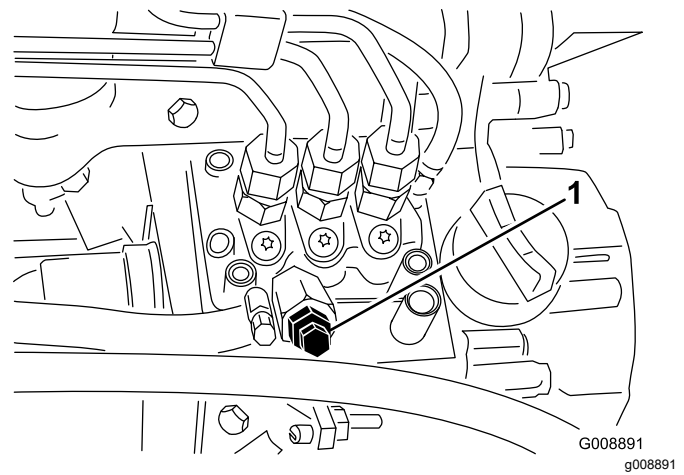

Figura 26
3. Abra el tornillo de purga de aire de la bomba de inyección de combustible (Figura 26).